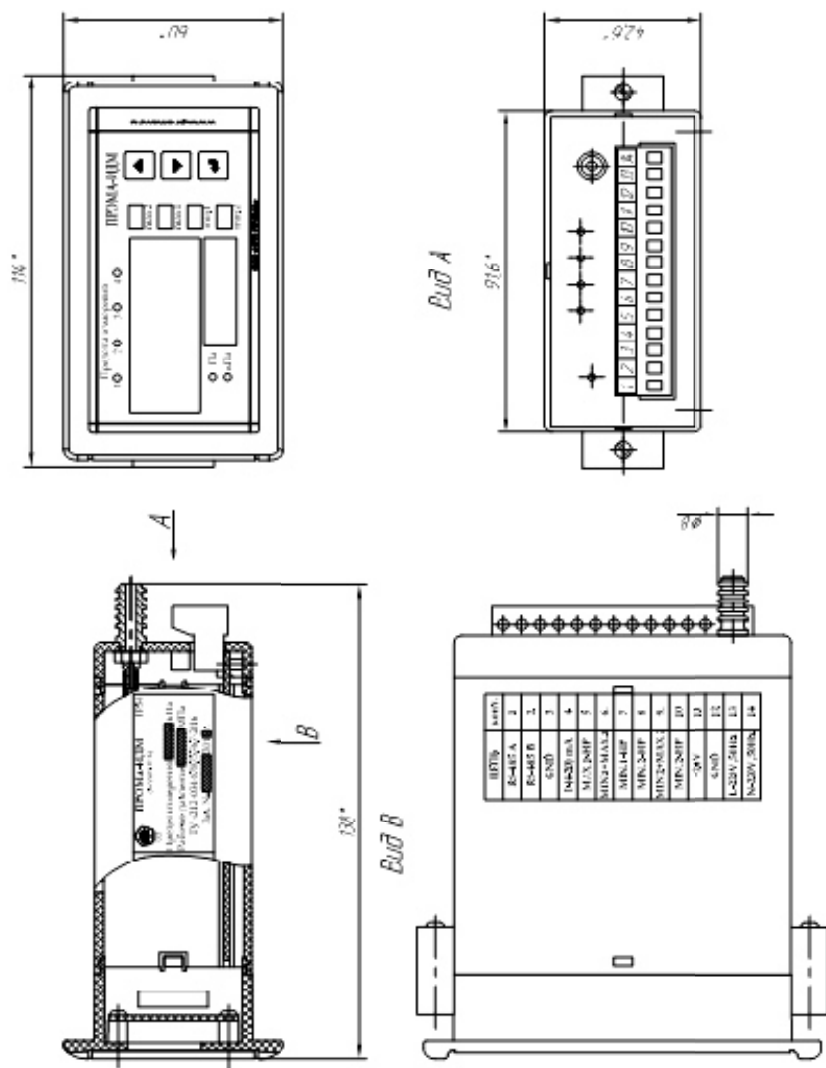

Рис. 1.1. Измеритель Пром-ИДМ-ДИ, ДВ, ДИВ Щитовое исполнение. Габаритный чертеж.
- Рис. 1.1. Измеритель Прома-ИДМ-ДИ, ДВ, ДИВ Щитовое исполнение. Габаритный чертеж.